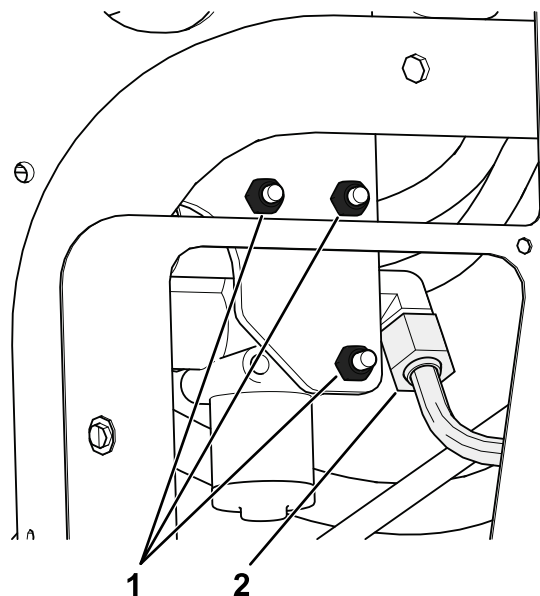

Figure 5
- A. Retirez les 3 boulons et écrous qui fixent le distributeur de levage existant sur le cadre, et détachez-le du cadre pour pouvoir déposer le raccord en T (340-94), comme montré à la Figure 5.